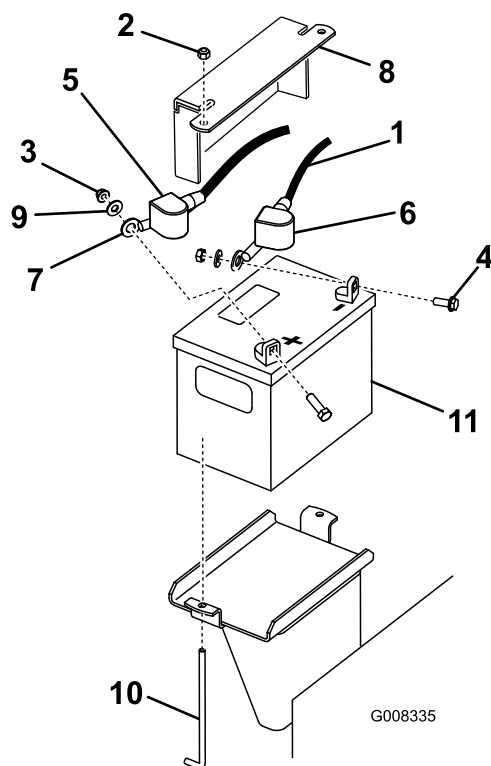

Figure 53
3. Enlevez le capuchon en caoutchouc noir qui protège le câble négatif. Débranchez le câble négatif de la batterie de la borne négative (-) de la batterie (Figure 53).
4. Enlevez le capuchon rouge de la borne positive (rouge) de la batterie. Débranchez ensuite le câble positif (rouge) de la batterie (Figure 53).
5. Enlevez la plaque de maintien, les boulons en J et les contre-écrous de fixation de la batterie (Figure 53). Retrait de la batterie.
1. Branchez le câble positif (rouge) de la batterie à la borne positive (+) à l'aide des fixations retirées précédemment (Figure 53).
3. Branchez le câble négatif de la batterie à la borne négative (noir) au moyen des fixations retirées précédemment (Figure 53).
4. Fixez la batterie au moyen de la barre et des écrous à oreilles (Figure 53).